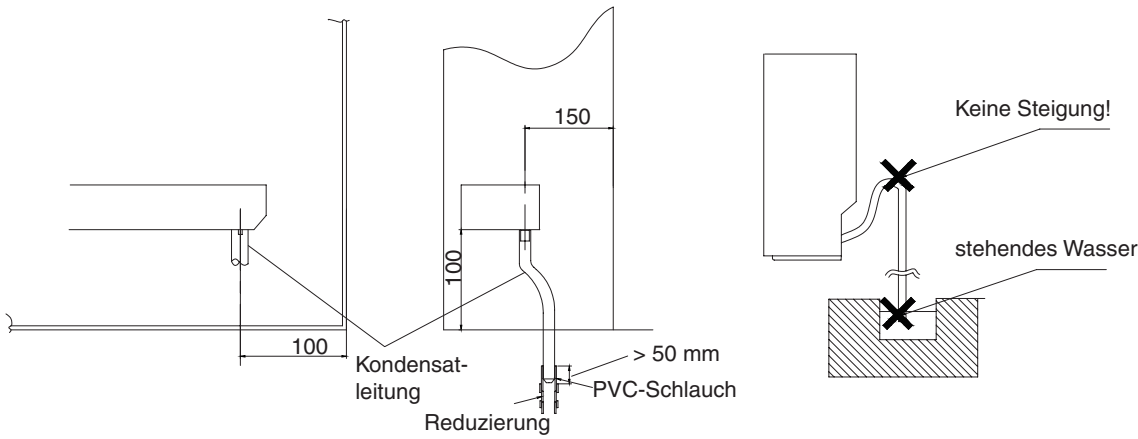

Bild 22: Verlegung der Kondensatleitung
- Den am Gerät befindlichen Ablassschlauch (ø 17 mm, 220 mm Länge) fest in den Kondensatschlauch einstecken auf einer Länge von mindestens 50 mm (siehe Bild 22).